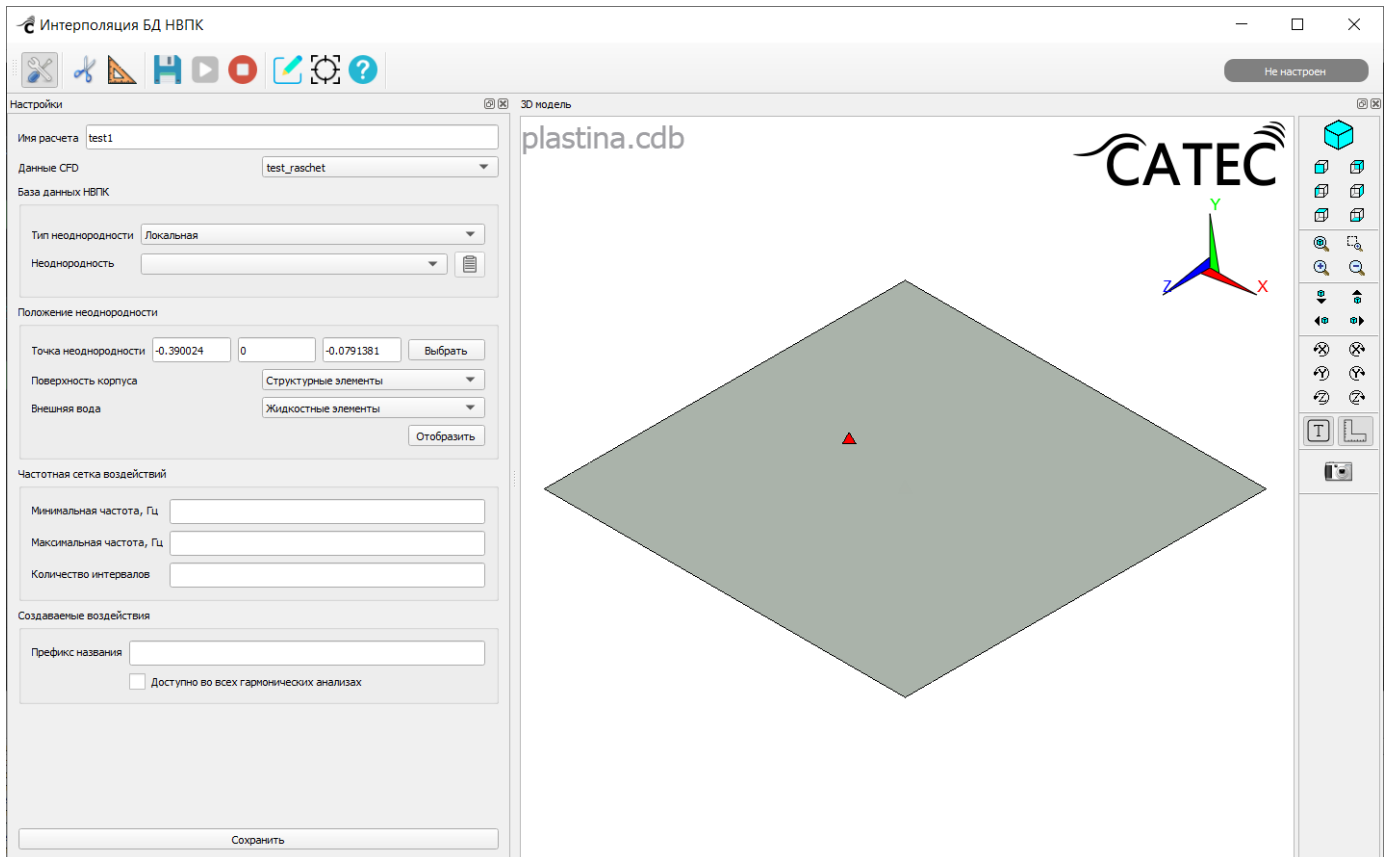

Рисунок 175 – Выбор точки на 3D-модели КЭМ
- при типе неоднородности «Локальная»: необходимо ввести координаты положения точки неоднородности вручную в поля «Точка неоднородности» или указать точку на 3D-модели КЭМ – для этого нужно нажать на кнопку «Выбрать» и щелкнуть мышью точку на модели (Рисунок 175);